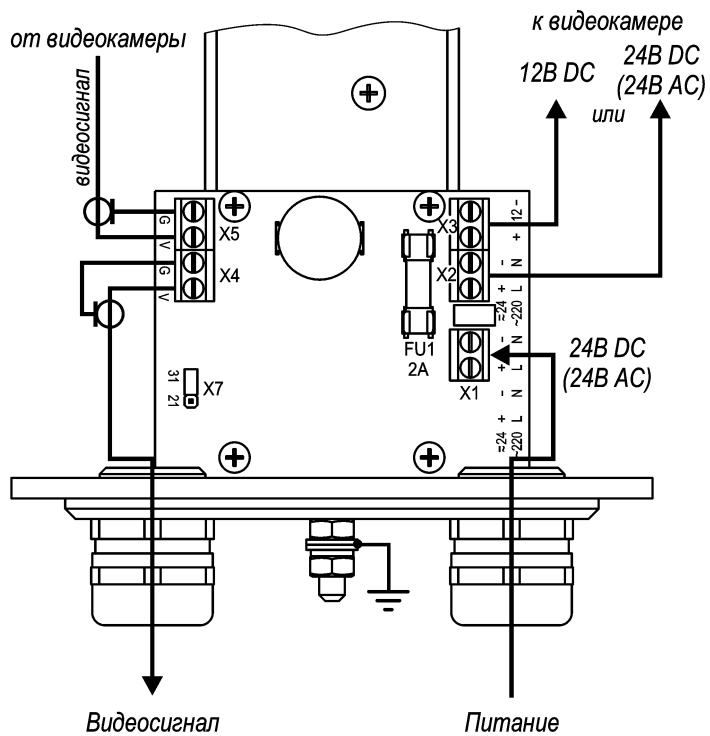

Рис.2 Подключение ТГБ-9У-24/12(24); ~24/12(~24)
4. Подсоединить видеокамеру к контактам платы коммутации в соответствии со схемой подключения (рис.2, 3 или 4).
5. Ввести через гермовводы внешние кабели (кабель видео или интерфейсный кабель и кабель питания) и подключить их к плате коммутации (рис.2 или 3).
Предприятием изготовителем джампер Х7 установлен в положение «31» - мощность обогрева 31 Вт, для изменения мощности на 21 Вт джампер Х7 необходимо переставить в положение «21» (см. рис.2 и 3).